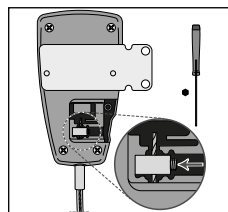

Fig. 6
5. Använd insexskruvmejsel för att lossa säkerhetsskruven för konspetsen till tre varv och skjut kabelslutblocket för den inre kabeln (**se fig. 6**).